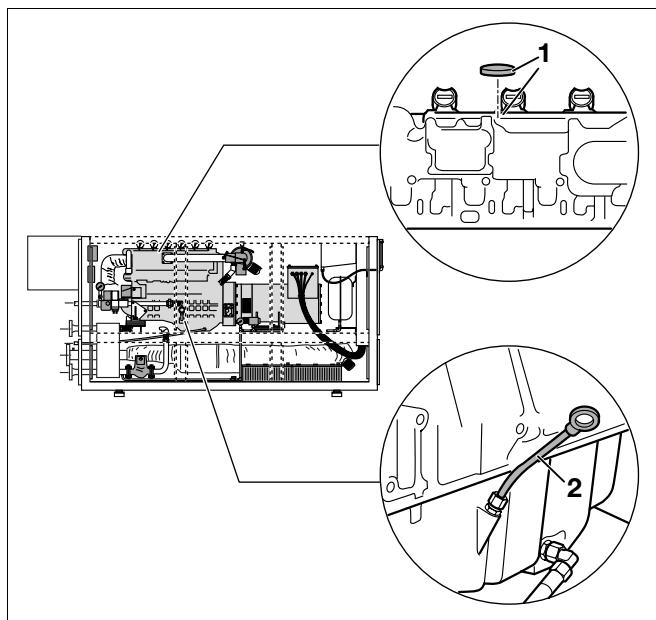

Рис. 16 Штуцер для залива смазочного масла на крышке головки блока цилиндров и щуп для измерения уровня масла (пример: Loganova E 1306 DN-100)
- Залить смазочное моторное масло через штуцер для наполнения на головке блока цилиндров (рис. 16, поз. 1).
- щуп для измерения уровня масла (рис. 16, поз. 2)
щуп для измерения уровня масла (рис. 16 на странице 24, **поз. 2**)